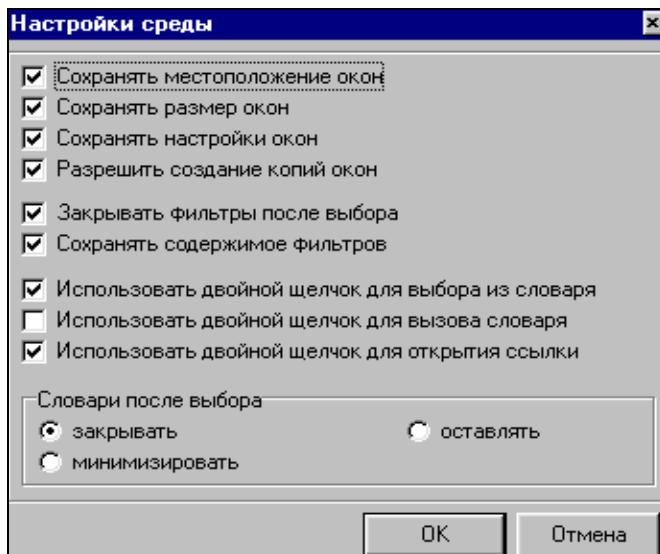

Рис. 5
- ✓  - *Флаги* – см. Рис. 5. Выставляются/снимаются по мере необходимости в фильтрах отчетов и при настройке системы.
- ✓ *Переключатели* – см. Рис. 5. Обязателен выбор единственного переключателя.
Общие настройки среды пользователя осуществляются в пункте *Сервис - Настройки среды...* главного меню (см. Рис. 5). В этом окне расставьте флаги и переключатель так, чтобы Вам было максимально удобно работать.